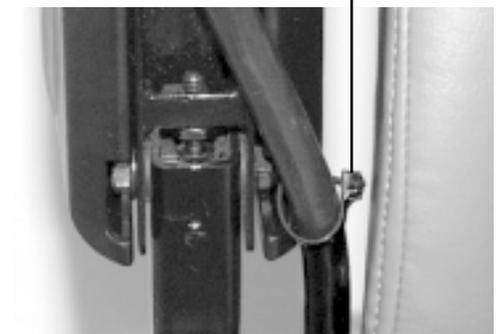

Figure 8. Position De L'Attache De Plastique
2. Coupez l'attache de plastique qui retient le harnais à l'accoudoir (voir la figure 8).
8. Rebranchez le harnais électrique dans son réceptacle à l'arrière et fixez-le à l'accoudoir à l'aide d'une attache de plastique (voir la figure 8).